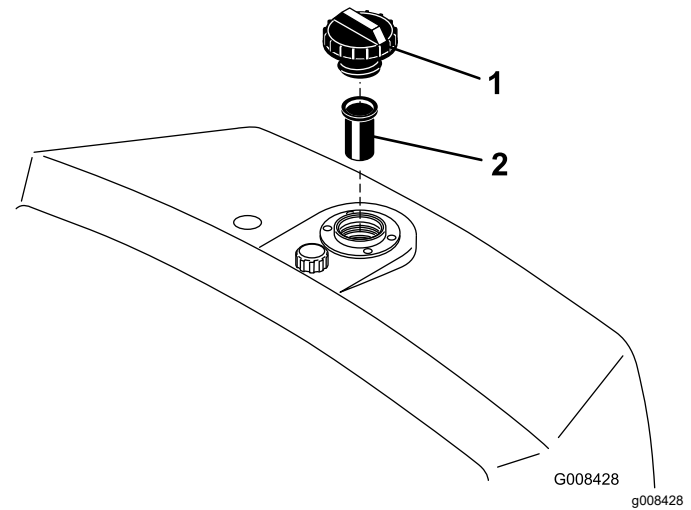

Figura 49
2. Togliete il tappo dal serbatoio e controllate il livello del fluido. Il fluido deve raggiungere la base del filtro presente nel collo del bocchettone di riempimento (Figura 49).